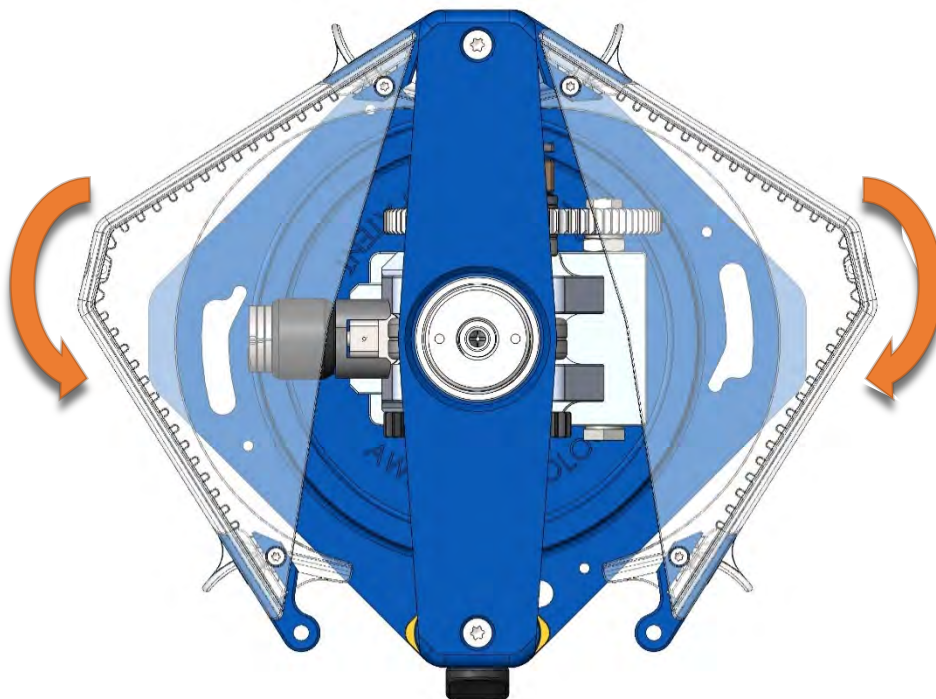

Figura 17
3. Per chiudere le protezioni laterali è necessario spingerle, applicando una moderata pressione nella fase conclusiva, per consentire l'attivazione del meccanismo di bloccaggio. Figura 17 e 18;